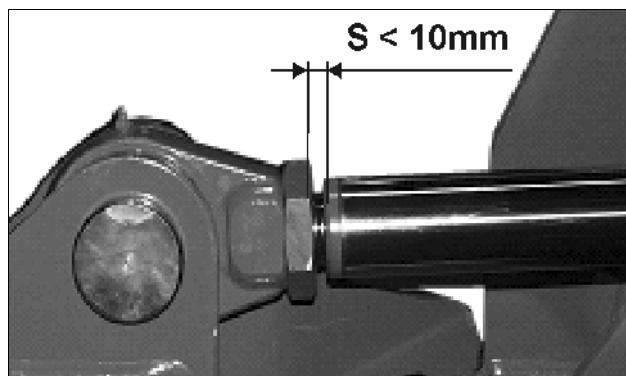

Fig. 27
- Föreskrivet inskruvningsdjup (Fig. 27)